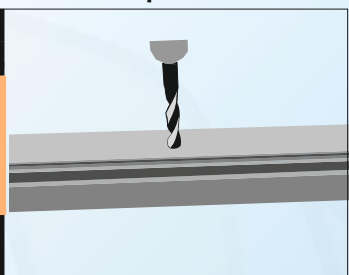

рис. 6
- На внешней стороне вертикальных стоек коробки в местах крепления просверлите необходимое количество отверстий d13мм (рис.6).